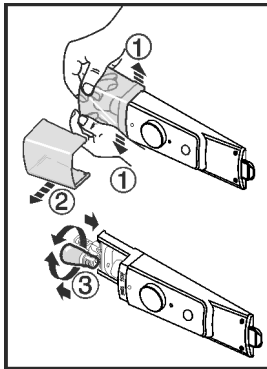

Fig. 14
- ▶ Osłonę żarówki, jak pokazane jest to na rysunku, wewnątrz, w przedniej części rozepchnąć Fig. 14 (1) i zdjąć ją w bok Fig. 14 (2).
- ▶ Wymienić żarówkę. Fig. 14 (3)